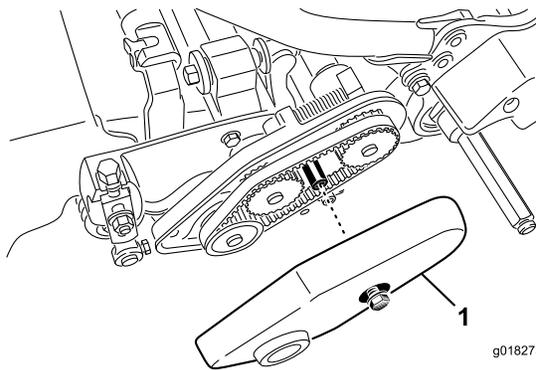

图47
2. 松开固定皮带罩的凸缘螺栓，取下皮带罩露出皮带（图47）。